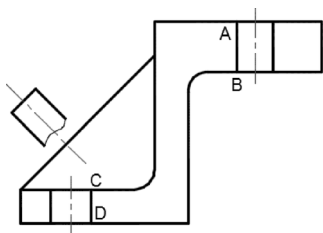
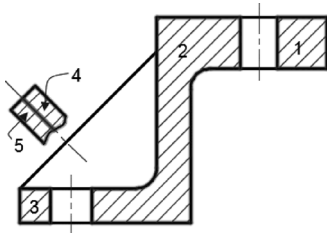
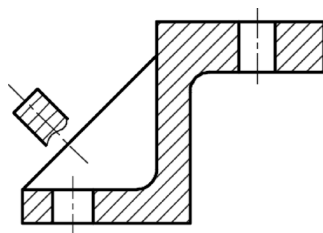

图 13-32 在关键交点处打断
图 13-33 拾取多个内部点
图 13-34 完成绘制剖面线
24) 绘制剖面线。为了能正确通过拾取内部点来定义要绘制剖面线的区域，需要先在“修改”面板中单击“打断于点”按钮，在图 13-32 所示的几个关键交点处（A、B、C、D）打断相关的线段。接着在功能区“默认”选项卡“图层”面板的“图层”下拉列表框中选择“标注及剖面线”，在“绘图”面板中单击“图案填充”按钮，在功能区出现“图案填充创建”上下文选项卡，在“图案”面板中的单击“ANSI31”图标，在“选项”面板中确保选中“关联”按钮，在“特性”面板中将角度值设置为“0”，比例值默认为“1”，在“边界”面板中单击“拾取点”按钮。接着在图 13-33 所示的 5 个封闭区域内分别单击一点，单击“关闭图案填充创建”按钮，完成绘制的剖面线如图 13-34 所示。